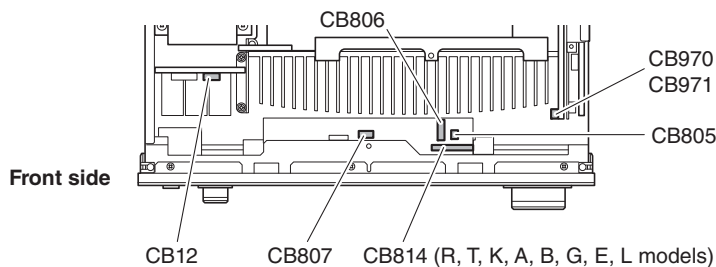

Fig. 2
- c. Remove CB12, CB805-807, CB814 (R, T, K, A, B, G, E, L models), CB970 and CB971. (Fig. 2)
- b. CB12、CB805-CB807、CB814、CB970、CB971 を外します。(Fig. 2)